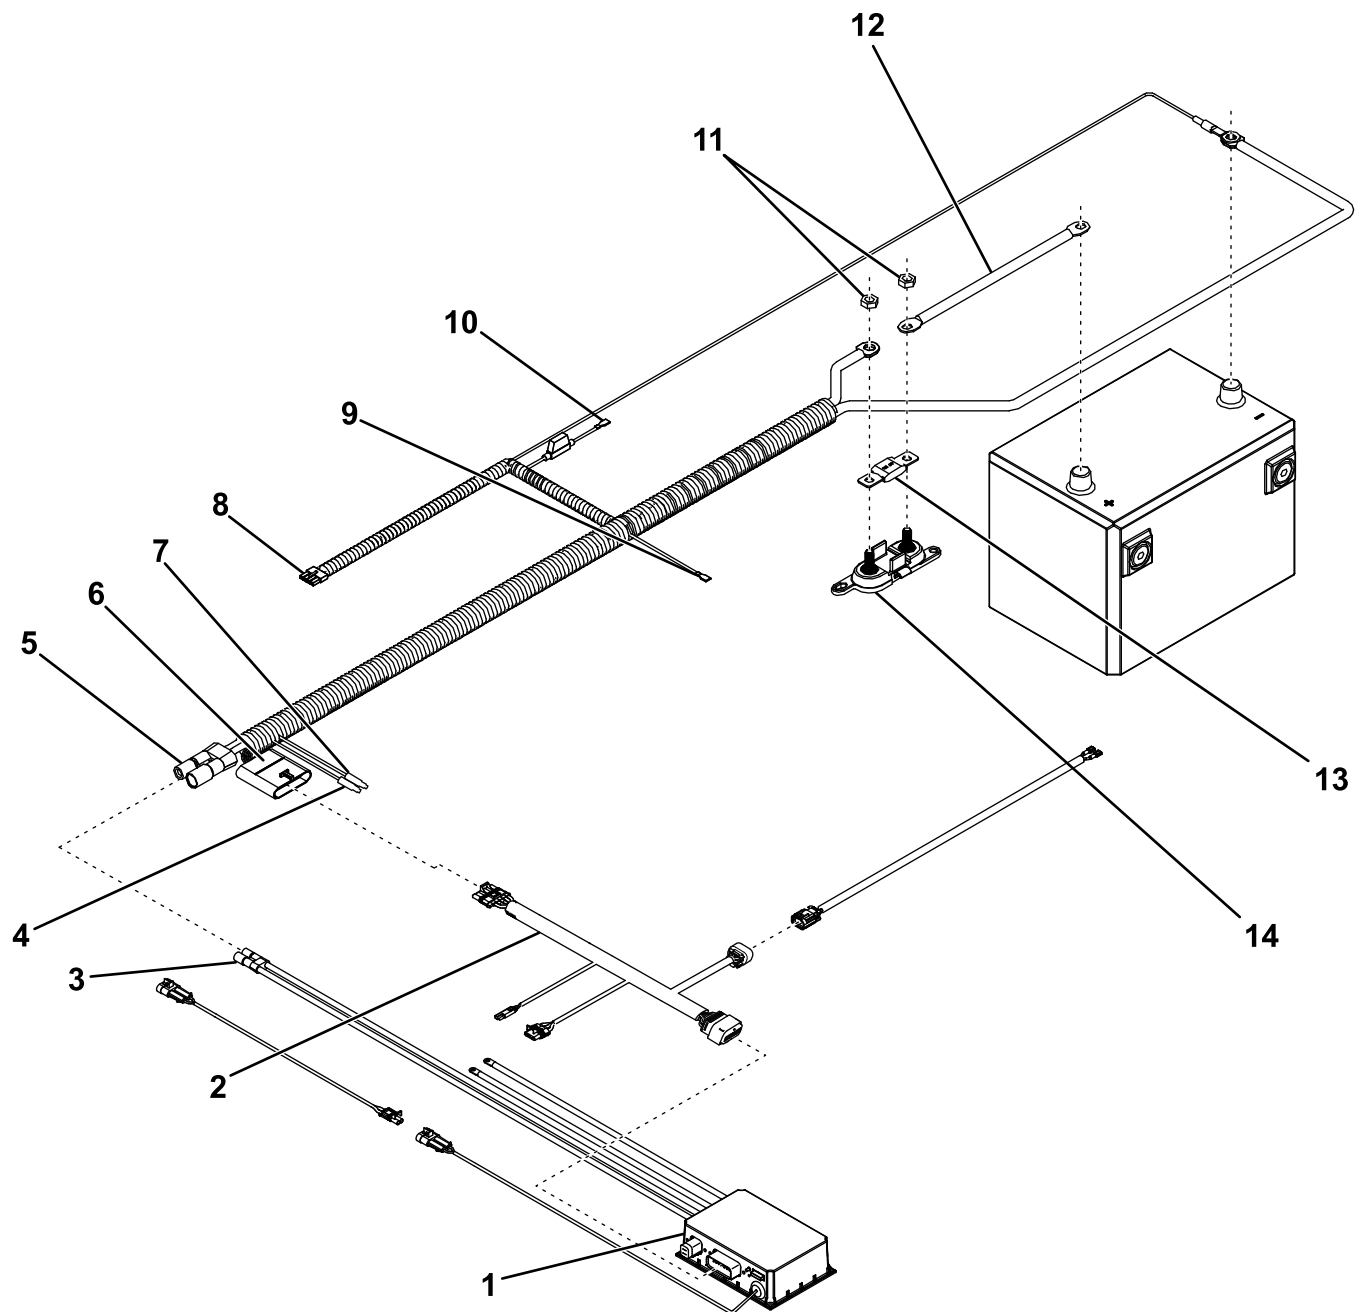

Figure 3
1. Attachez les connecteurs d'alimentation/de masse et du faisceau principal côté véhicule près du centre du pare-chocs arrière à l'aide de serre-câbles (Figure 3).
5. Reliez le câble d'alimentation/de masse rouge à la boîte à fusibles (Figure 3).
6. Reliez le câble d'alimentation à l'autre extrémité de la boîte à fusibles (Figure 3).
8. Reliez le câble d'alimentation à la borne positive (+) de la batterie (Figure 3).
9. Reliez la cosse rectangulaire rouge avec le fusible en ligne à une source d'alimentation munie d'un fusible à détrompeur sur le véhicule (Figure 3).
10. Reliez la cosse rectangulaire rouge avec le fusible en ligne au fusible des feux stop monté en haut au centre, s'il est disponible (Figure 3).
11. Reliez le connecteur conique blanc au fil de masse du feu arrière à l'aide d'un connecteur à raccord rapide (Figure 3).
12. Reliez le connecteur conique marron au fil de feu de circulation arrière à l'aide d'un connecteur à raccord rapide (Figure 3).
14. Reliez le câble de masse/d'alimentation noir et le câble de masse du contrôleur à la borne négative (-) de la batterie (Figure 3).